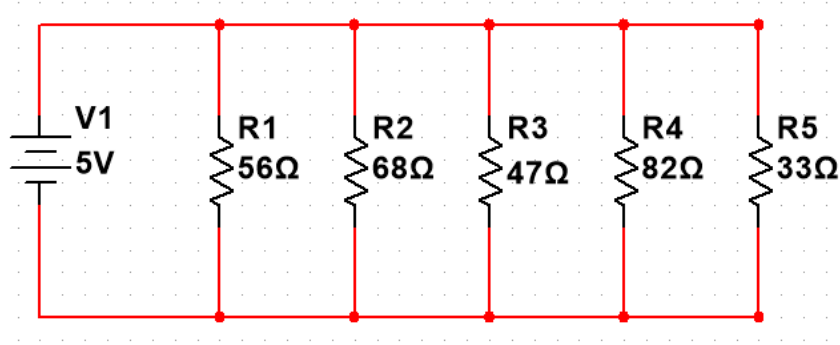

Figura 2. Circuito paralelo.
- Calcule la corriente que circula por cada rama del circuito de la figura 2.
- Use TinkerCAD y Multisim para simular el circuito de la figura 2.
- Use el protoboard para realizar el montaje del circuito de la figura 2.
- Use el multímetro para medir la corriente que circula por cada rama del circuito de la figura 2.